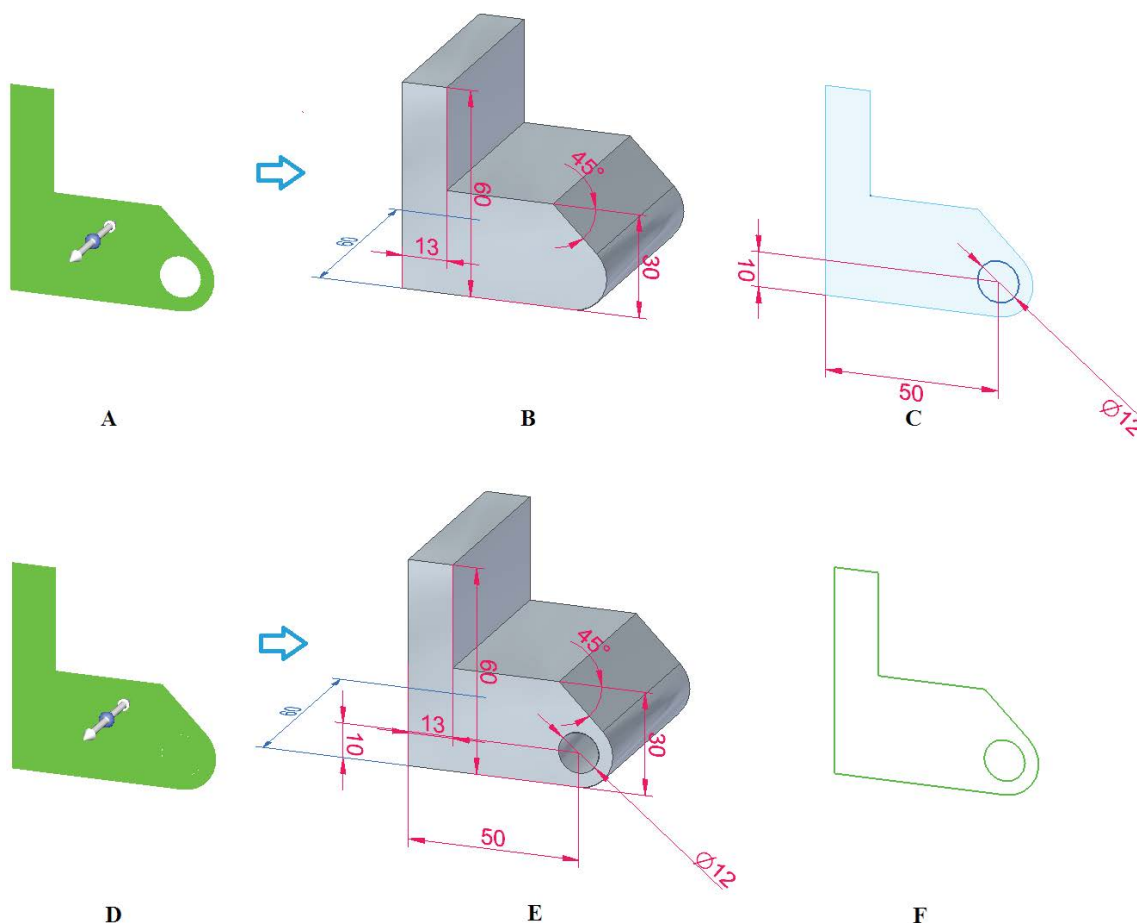

Рис. 2.2.34. Пример частичной (A, B, C) и полной (D, E, F) миграции размеров в зависимости от использования элементов эскиза
На рис. 2.2.34 приведен пример частичной и полной миграции размеров. Если при создании тела на эскизе выбирается одна область (A), не включающая в себя отверстие, то относящиеся к этому отверстию размеры не будут участвовать в построении геометрии тела (B) и не мигрируют, а окружность на эскизе останется неизрасходованной (C). Если же выбрать обе области (D), то все размеры мигрируют на ребра созданного тела (E), оставив после себя только полностью использованный эскиз без размеров (F) в узле **Использованные эскизы**.